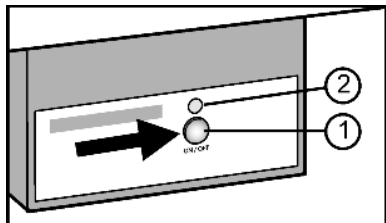

Fig. 12
- Нажмите и удерживайте кнопку On/Off Fig. 12 (1) так, чтобы светодиод Fig. 12 (2) загорелся.